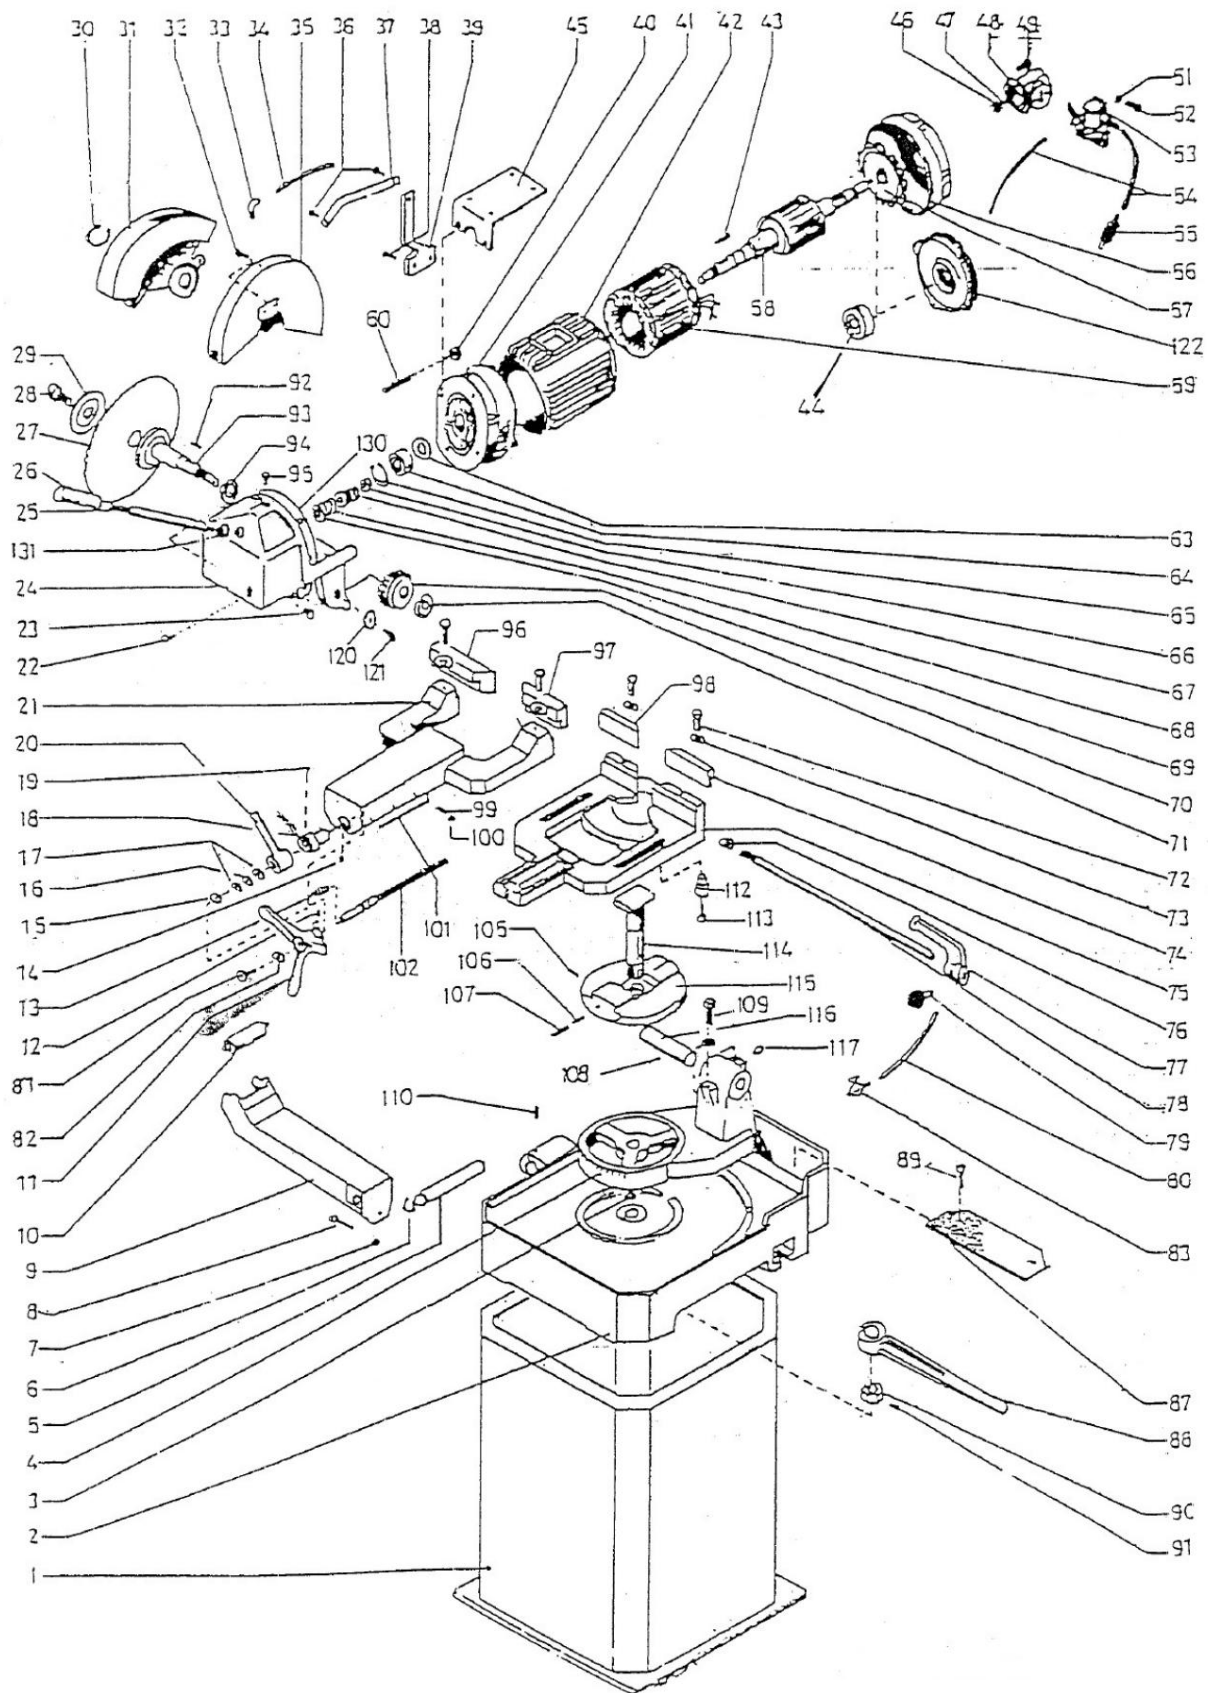

Fig. 22: Plano de repuestos 1 - MKS 315 N
Paso 1: Drene el refrigerante girando la llave de paso [Fig. 22, 83] y dejar fluir el refrigerante hacia un recipiente colector.
Paso 2: Los tornillos [Fig. 22, 89] y retire el cubierta [Fig. 22, 87].
Paso 1: Palanca de bloqueo [Fig. 22, 88] resolver y el Verifique que el plato giratorio se mueva suavemente. Si es necesario, se puede ajustar el juego aflojando el tornillo de bloqueo [Fig. 22, 91] y reajustando la tuerca de ajuste [Fig. 22, 90].
Paso 2: Tornillo de bloqueo [Fig. 22, 91] y bloquee el plato giratorio con la palanca de bloqueo.